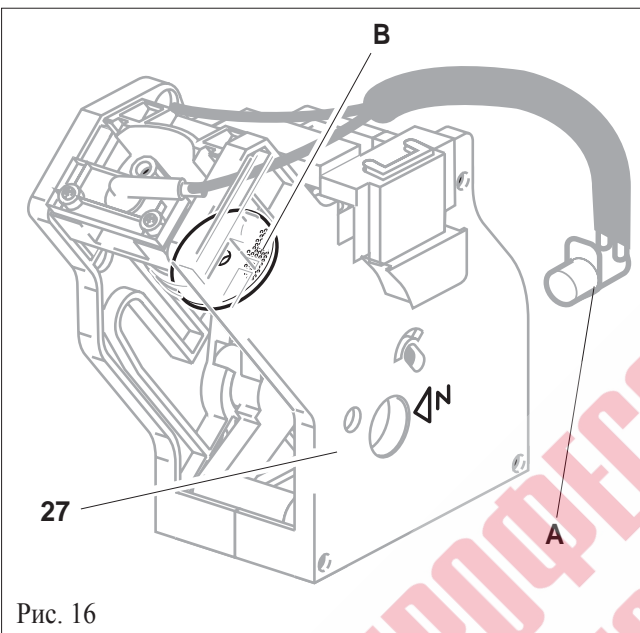

Рис. 16
- подтяните на себя защитную крышку (A),
- снимите нижнюю защитную крышку (D),
- поднимите вверх детали (C) и (E),
- снимите кофевод (B) повернув его примерно на 90 градусов.
13.1. 2 Центральное Устройство (Рис. 16)
13.1. 9 Узел капучино (Рис. 16)